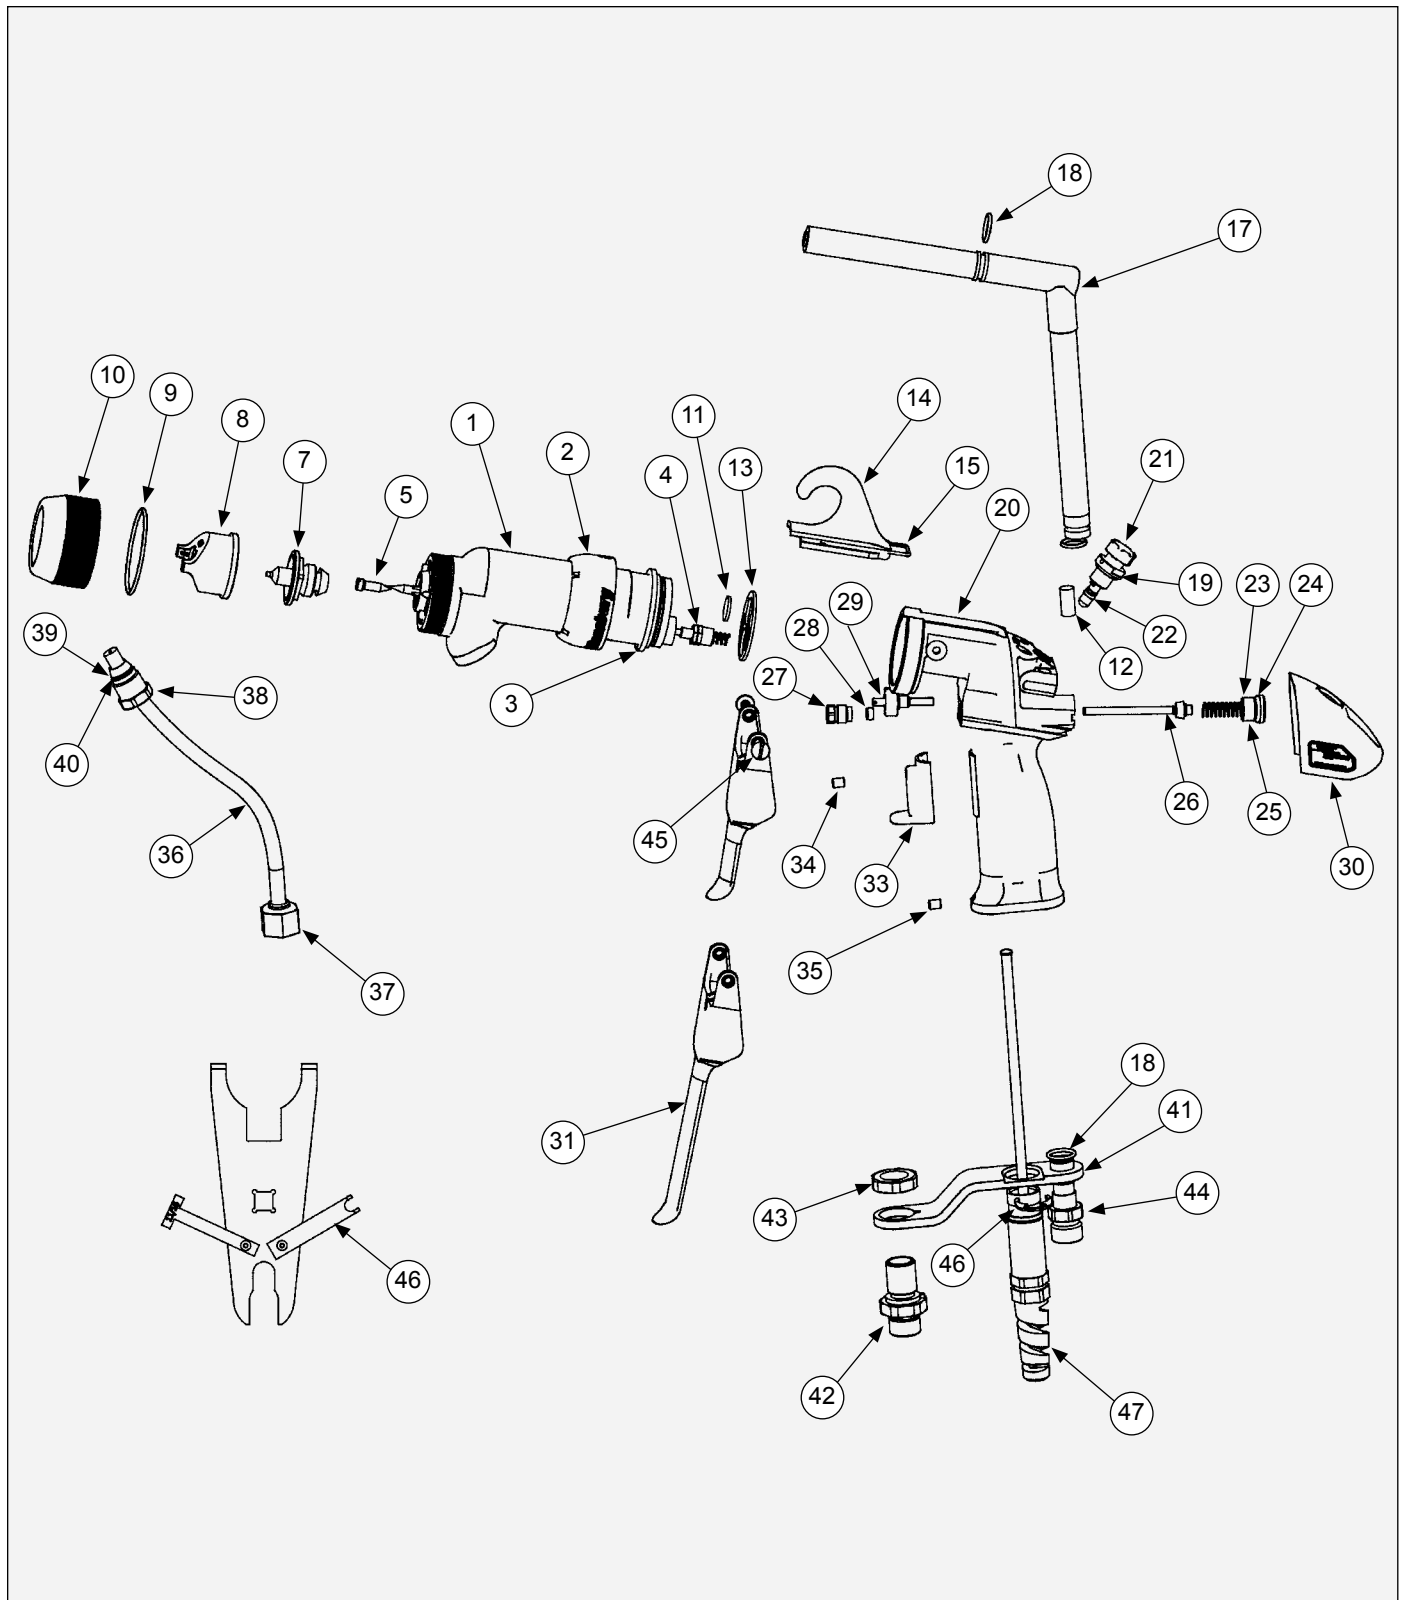

Figure 28 : Éclaté de l'applicateur R90/70 classique solvanté
**APPLICATEUR R90/70 CLASSIQUE SOLVANTÉ - LISTE DE PIÈCES** (Figure 28)
LISTE DE PIÈCES (Figure 28) (Suite)**